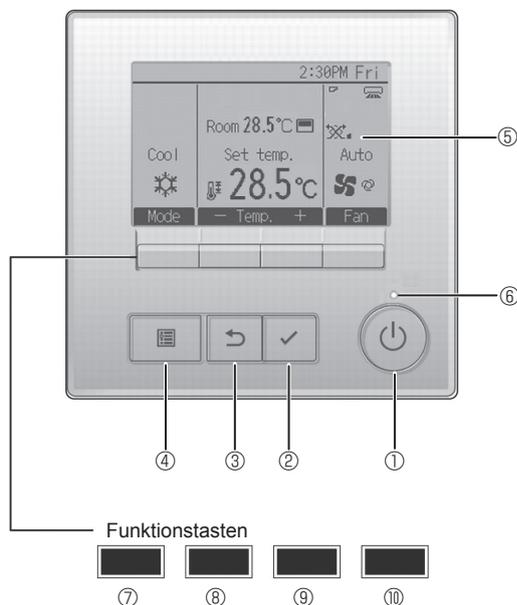

Fig. 7-1
7.2.1. Verwendung der verdrahteten Fernbedienung (Fig. 7-1)
① Taste [EIN/AUS]